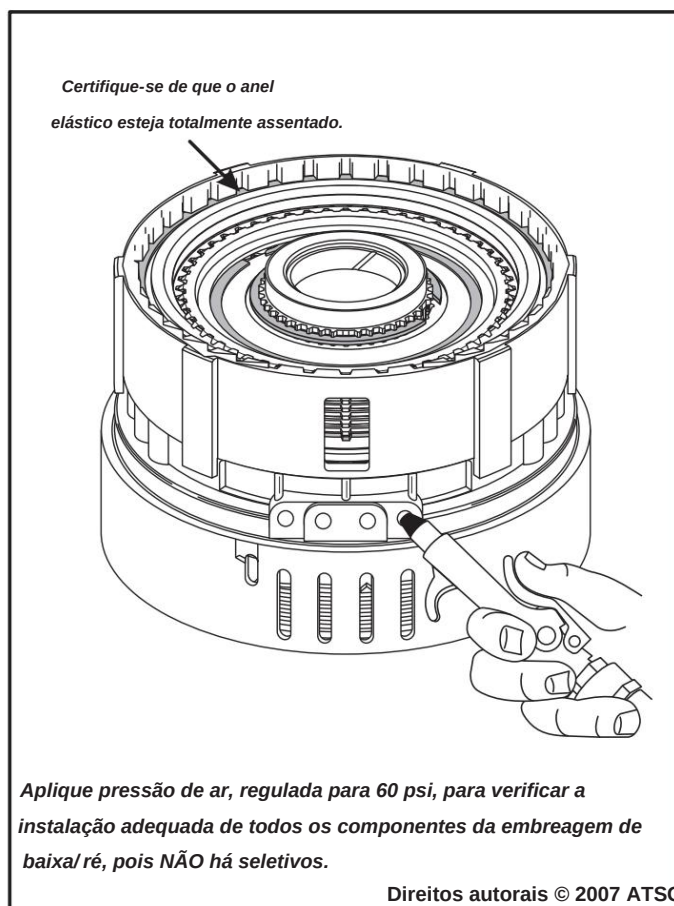

Figura 117
28. Certifique-se de que o anel elástico esteja totalmente assentado e verifique a embreagem de baixa/ré para verificar a integridade, conforme mostrado na Figura 117.